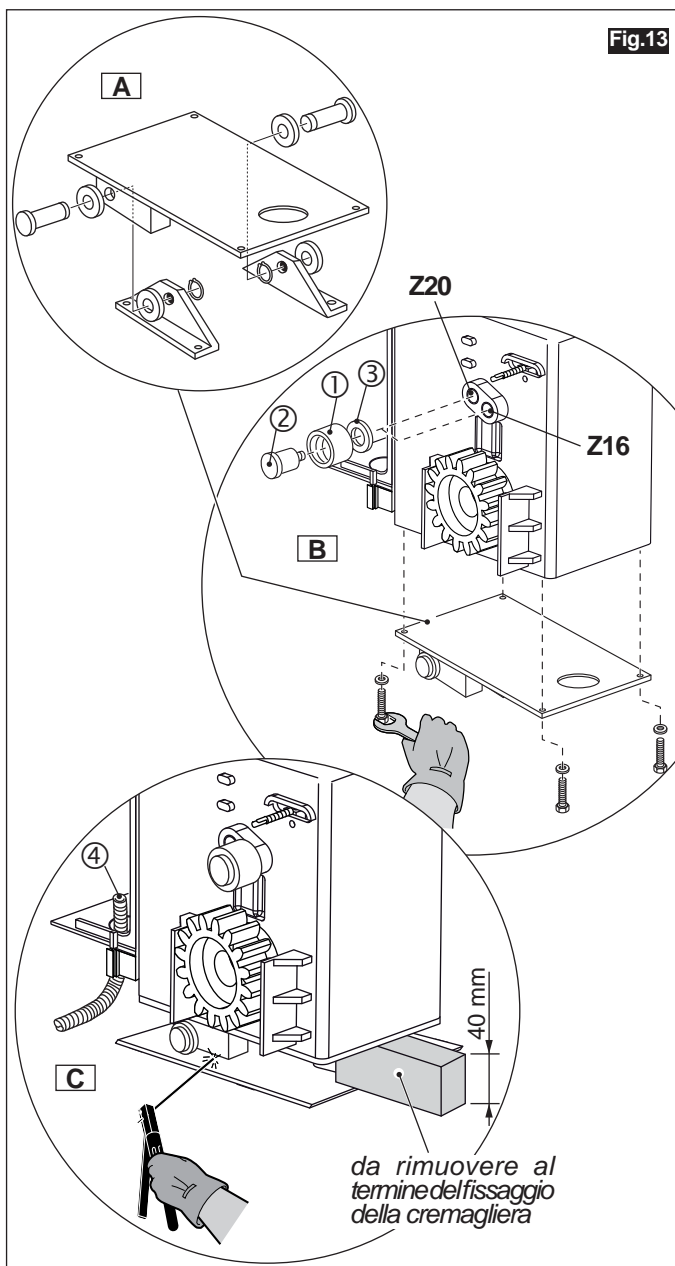

Fig.13
- Assemblare i due squadretti sotto la piastra basculante, ciascuno mediante il proprio perno con due rosette e un seeger (Fig.13-part.A).
- Posizionare il rullo di contrasto (Fig.13-rif.1) nel foro individuato in base al pignone installato (Z16 o Z20) (Part.B) e fissarlo mediante il perno con rosetta (rif.2-3).
- Assemblare la piastra basculante sotto la base dell'attuatore mediante le apposite viti con rosetta (Fig.13-part.B). **POSIZIONARE CORRETTAMENTE la piastra come illustrato.**
- Saldare i due squadretti di appoggio della piastra basculante sulla piastra di fondazione (Fig.13-part.C). **IMPORTANTE: si consiglia di eseguire una saldatura preliminare con due punti, completandola solo DOPO il montaggio e CONTROLLO della cremagliera.**